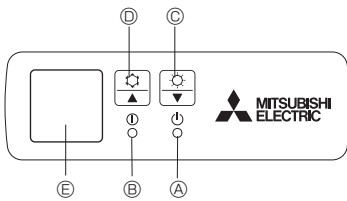
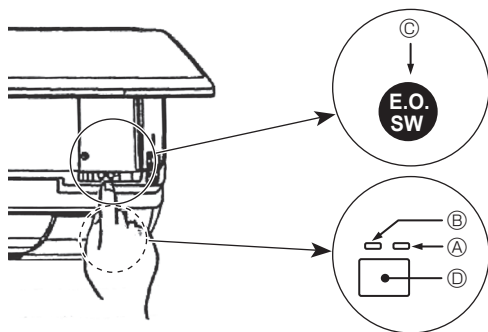

Fig. 5-1
Fig. 5-2
[Fig. 5-1] ④ Žaruljica DEFROST/STAND BY (ODLEĐIVANJE/STANJE MIROVANJA)
- ③ Žaruljica rada
- ② Gumb za rukovanje u nuždi (grijanje)
- ① Gumb za rukovanje u nuždi (hlađenje)
- ⑤ Prijemnik
- Kako biste pokrenuli hlađenje, pritisnite ❸ gumb ① i držite ga dulje od 2 sekunde.
- Kako biste pokrenuli grijanje, pritisnite ❸ gumb ② i držite ga dulje od 2 sekunde.
- Kako biste prekinuli rad, pritisnite ❸ gumb ③, ili ❸ gumb ④ i držite ga dulje od 2 sekunde.
[Fig. 5-2] ④ Lampica DEFROST/STAND BY (ODLEĐIVANJE/STANJE MIROVANJA) (narančasto)
- ③ Žaruljica rada (zeleno)
- ② Gumb za rukovanje u nuždi (hlađenje/grijanje)
- ① Prijemnik
- Provjerite „COOL/HEAT” (HLAĐENJE/GRIJANJE) na zaslonu za praćenje rada. (Žaruljica u narančastoj boji ④ uključuje se zajedno sa zaslonom za praćenje na 5 sekundi nakon pritiska gumba za rukovanje u nuždi.)